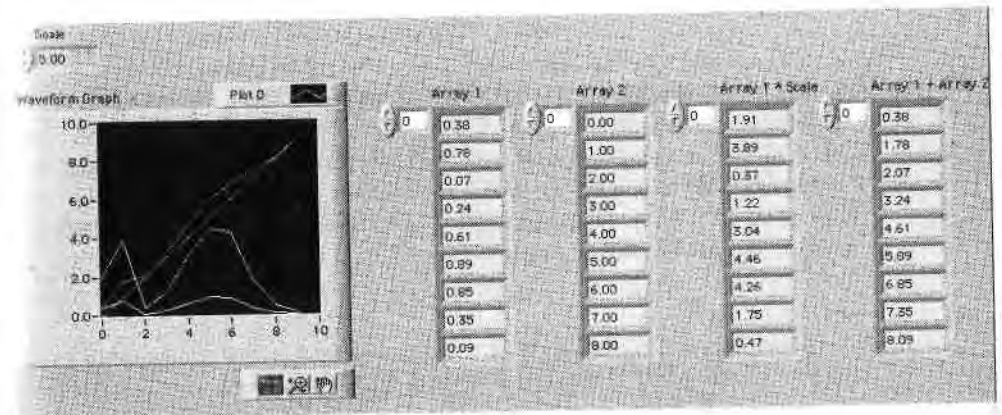

Рис. 7.29
1. Откройте новую панель и создайте ВП, показанный на рис. 7.29. Вначале создайте два массива, прежде всего выбрав шаблон массива в подпалитре **Массив и кластер** палитры **Функции**. Затем поместите числовой элемент отображения в окно шаблона. Для того чтобы увидеть несколько элементов массива, вы должны передвинуть угол окна отображения элементов с помощью сеточного курсора инструмента **Перемещение**. Вы можете сделать видимыми одновременно большое количество элементов одномерного массива, вытягивая границу окна в горизонтальном или в вертикальном направлении.